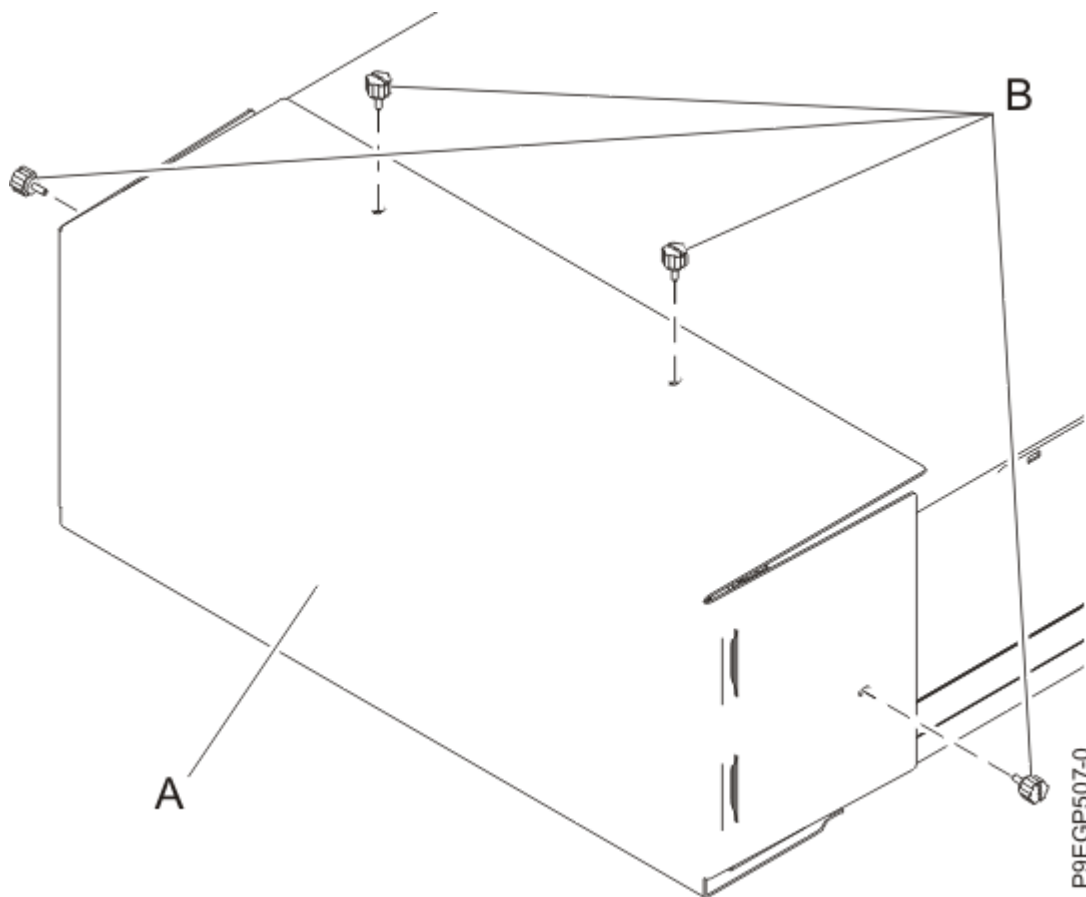

Abbildung 7. Transportabdeckung ausbauen
2. Entfernen Sie die vier Rändelschrauben (**B**), mit denen die Transportabdeckung (**A**) an der Rückseite des Einschubs befestigt ist (siehe Abbildung 7 auf Seite 11). Bauen Sie die Transportabdeckung aus.